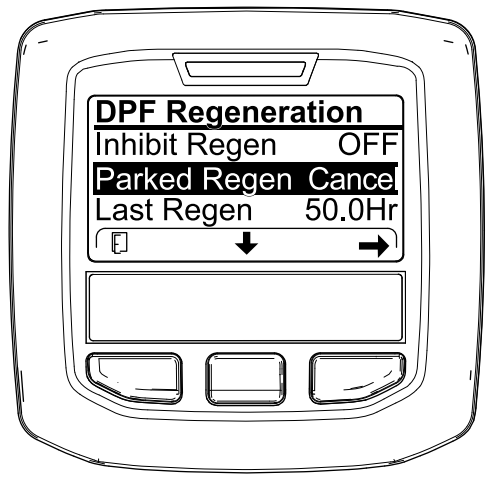
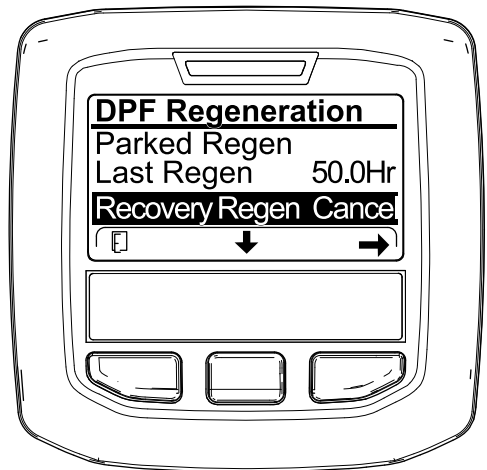

Figura 67
Figura 68
2. Pulse el botón central para desplazarse hacia abajo, hasta la opción PARKED REGEN CANCEL (Cancelación de regeneración con máquina aparcada) (Figura 67) o la opción RECOVERY REGEN CANCEL (Cancelación de regeneración de recuperación) (Figura 68).
1. Acceda al menú DPF Regeneration (Regeneración de DPF) (Figura 67).
3. Pulse el botón derecho para seleccionar la opción Regen Cancel (Cancelación de regeneración) (Figura 67 o Figura 68).